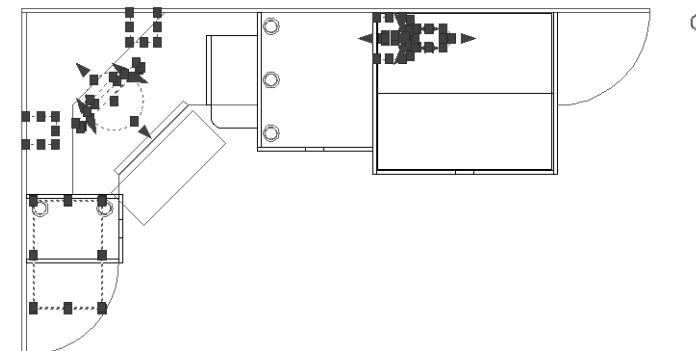

Рис. 6.20 ▼ Объекты, подлежащие перемещению на слой **Высота 1188**
2. Последовательно выделите контуры оборудования (сканера, дисплея и лампы), а также полочек стоек для компакт-дисков (рис. 6.20).